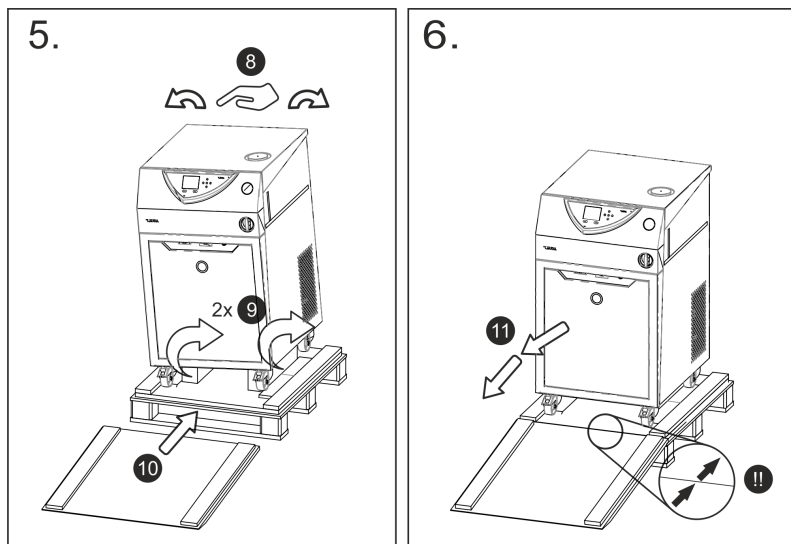

Fig. 4: Gráfico de las instrucciones de desembalaje para VC 5000
5. Retire la espuma ⑥ que está sobre el equipo y en las esquinas ⑦.
6. **Imagen 4:** El equipo está desembalado.